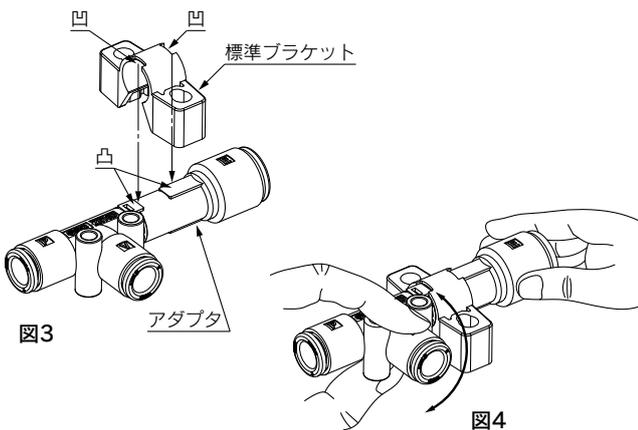

図3
①標準ブラケットの凹部とアダプタの凸部を合わせて、ブラケットを上からかぶせるように装着する(図3)。